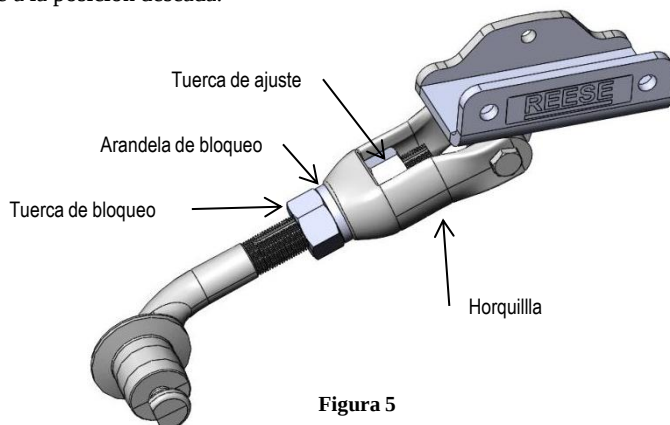

Figura 5
4. Coloque la tuerca de ajuste y tuerca de bloqueo en la posición más externa como se muestra en la figura 5. Si el ajuste es difícil, ya que la tuerca de ajuste se de girar a mano, aplique una pequeña cantidad de aceite liviano penetrante como el WD40 o PB Blast a las roscas del brazo de leva. Manipule la tuerca de ajuste hacia atrás o hacia adelante para que el aceite penetrante entre en las roscas hasta que la tuerca de ajuste se mueva libremente a la posición deseada.
Las mediciones en las figuras 6A y 7A son pautas, el ajuste de la longitud del brazo de leva mediante la tuerca de ajuste (Figura 5) podría ser necesario después de la instalación en instrucciones posteriores de este manual. Cequent Performance Products, Inc. no es responsable por daños incurridos por ignorar alguna parte de este manual.
Las mediciones en las figuras 6A y 7A  utas, el ajuste de la longitud del brazo de leva mediante la tuerca de ajuste (Figura 5) podría ser necesario después de la instalación en instrucciones posteriores de este manual. Cequent Performance Products, Inc. no es responsable por daños incurridos por ignorar alguna parte de este manual.
Corra la tuerca de ajuste que se muestra en la figura 5 para encontrarse con la horquilla. Apriete la tuerca de bloqueo que se muestra en la figura 5 hasta que la arandela de bloqueo esté completamente apretada. Este proceso debe hacer para ambos ensambles de la leva, es decir, ambos lados del bastidor del remolque.